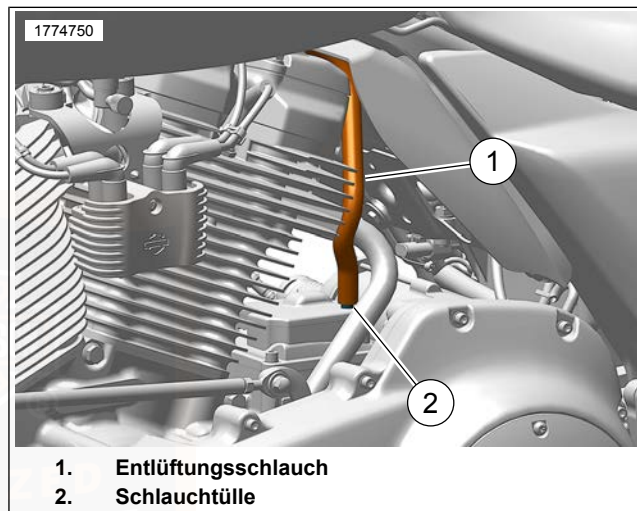

Abbildung 111. Entlüftungsschlauch
1. Siehe Abbildung 111. Den Entlüftungsschlauch (1) gerade nach oben von der Schlauchtülle (2) an der Oberseite des Getriebes abziehen.